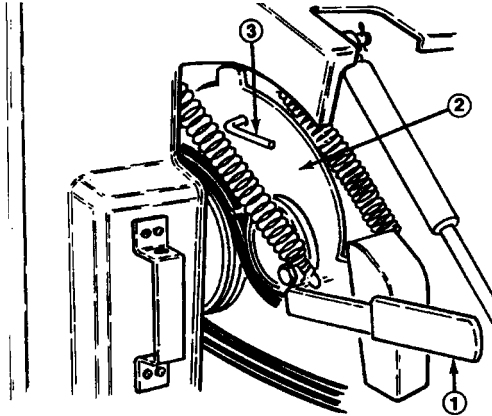

Figure 14
- C. Enfoncer le levier de dépassement (Fig. 14) jusqu'à faire correspondre les trous du support de levier et du support de tête d'aération, et insérer la goupille dans les trous.